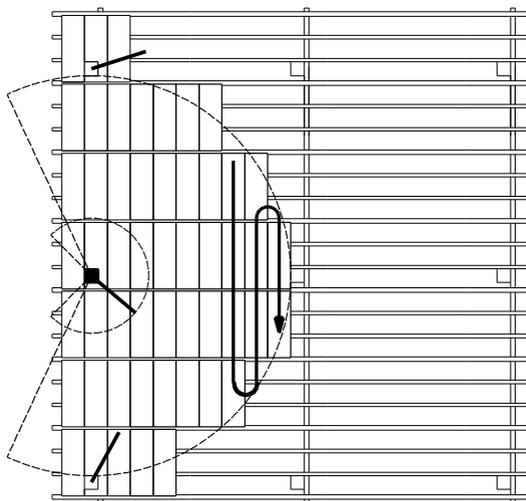

Рис. 35. Схема установки опалубки.
1. Планируйте заранее организацию рабочего места. Выбирайте наиболее подходящее место для размещения первого устройства СкайРич. На рис. 35 показана последовательность установки опалубки при использовании устройства СкайРич.